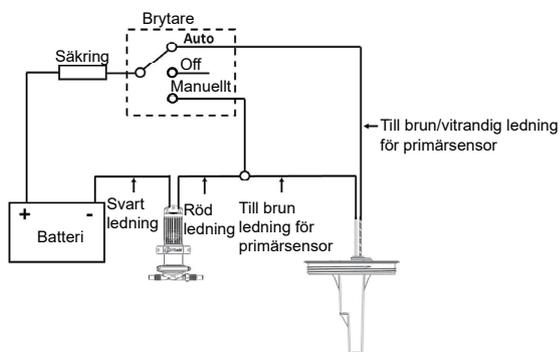

Fig. 8A Kabeldiagram – för enkelsensormodeller
- Fig. 8A & B Kabeldiagram
- **WARNING:** installationen **får** utföras endast av behörig elektriker. Felaktig kabeldragningsinformation kan orsaka brand med personskada eller dödsfall till följd. Den föreslagna kabeldragningsinformationen lämnas endast som en orientering (fig. 8A och fig. 8B) och kabeldragningen **måste** överensstämma med tillämpliga elstandarder. Säkringar eller strömbrytare av lämplig dimension **måste** installeras.
**Step 4:** Kabeldragning: se fig. 8A eller fig. 8B.